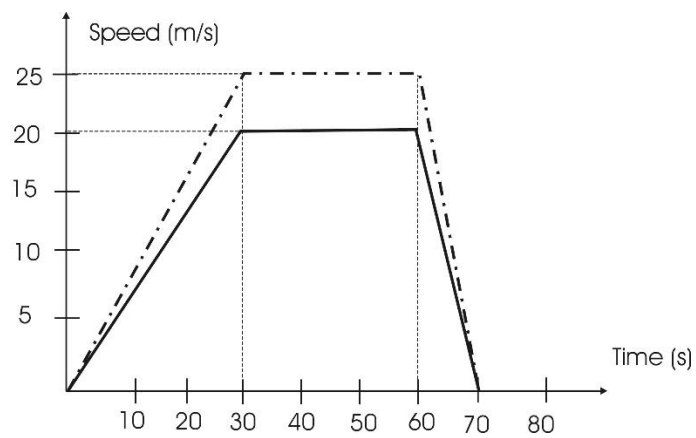

Figure 3 : Cycle de conduite 2
5. Pour étudier l'effet de l'agressivité de la conduite sur la consommation, on considère les cycles de la figure 3. Comparez l'accroissement de consommation si la vitesse maximale en plateau varie entre 15 m/s, 20 m/s, 25 m/s, et 30 m/s.